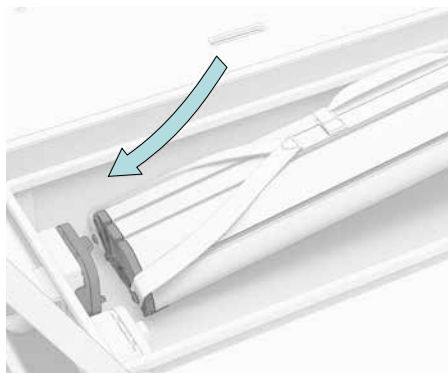

Fig. 23
1. Placez le dos de la batterie avec précaution contre la prise dans le carter de la batterie (fig. 23).